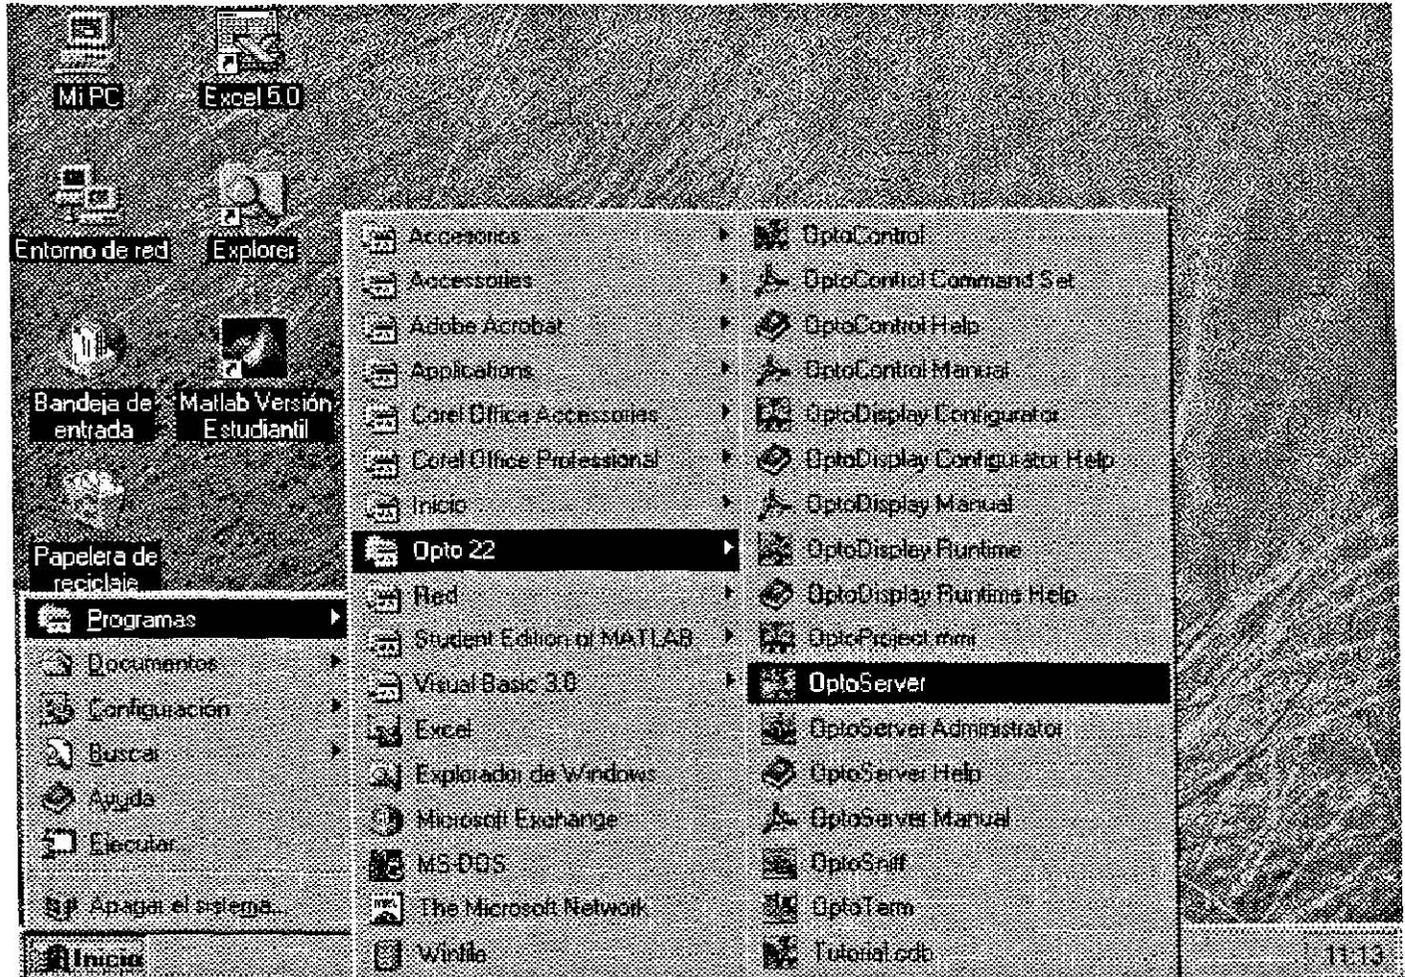

Fig. 5.8.4. Secuencia de Arranque del archivo OptoServer.
- ◆ Y por ultimo arrancar el OptoServer para la comunicación vía red, aplicando la secuencia presentada en la siguiente pantalla de la Fig. 5.8.4.